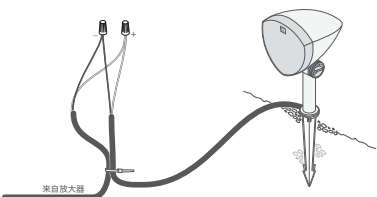

图 6
- 2. 从离放大器最近的扬声器开始, 根据下表剥去相应放大器通道的埋地线切割端 3/4英寸 (约1.9厘米) 的绝缘层, 然后剥去相应扬声器尾纤末端的绝缘层 (见图 6)。
- 3. 用扎带将直埋电缆连接到扬声器尾纤 (见图 6)。